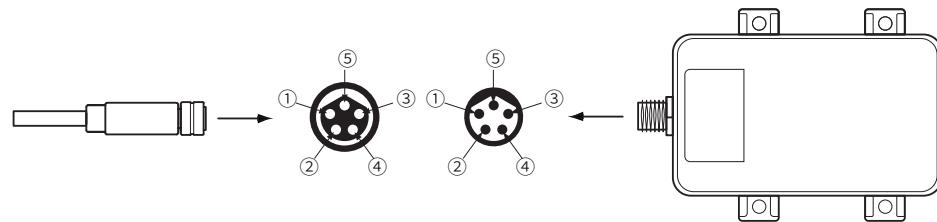

图 7. 航空线及产品接头示意图
按照图 7 所示, 接口是 B 型, 注意限位方向, 线缆端口⑤对准产品接口端口⑤后, 再插进扭紧。